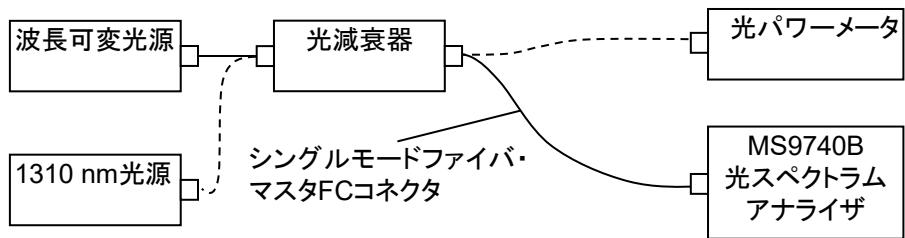

図 7.2.2-1 レベル確度性能試験の接続
1. 本器と試験装置（波長可変光源）を図 7.2.2-1 に示すとおりに接続します。